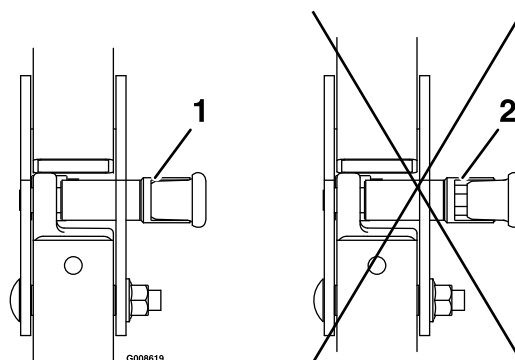

Figura 9
1. Sollevate il roll bar nella posizione operativa e ruotate le manopole in modo che si spostino parzialmente nelle scanalature (Figura 9).
2. Sollevate completamente il roll bar premendo contemporaneamente la parte superiore del roll bar in modo che i perni scattino in posizione non appena saranno allineati ai fori (Figura 9).
3. Premete il roll bar e assicuratevi che entrambi i perni siano innestati (Figura 9).